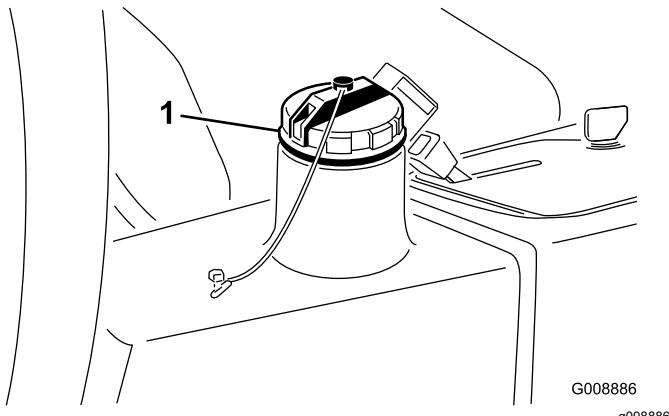

Figura 78
4. Riempite il serbatoio idraulico (Figura 78) con circa 13,2 litri di fluido idraulico; vedere Verifica dell'impianto idraulico \(pagina 22\).